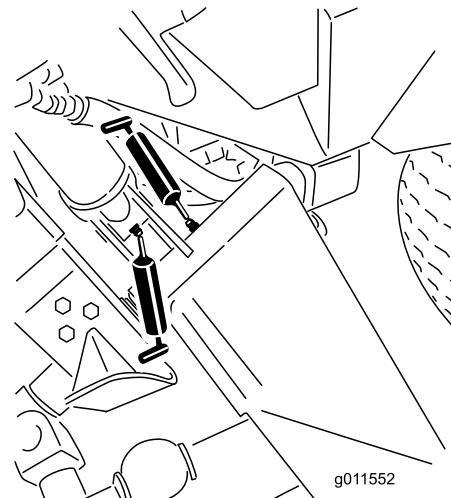
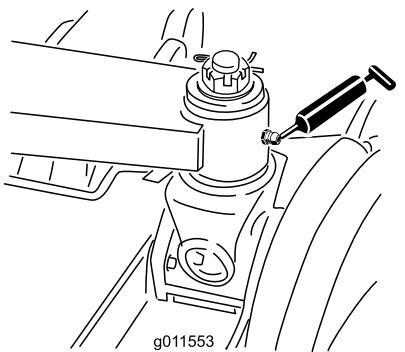

Bild 84
Bild 85
- Sechs Haupt-Hubarmbüchsen (Bild 84 und Bild 85)